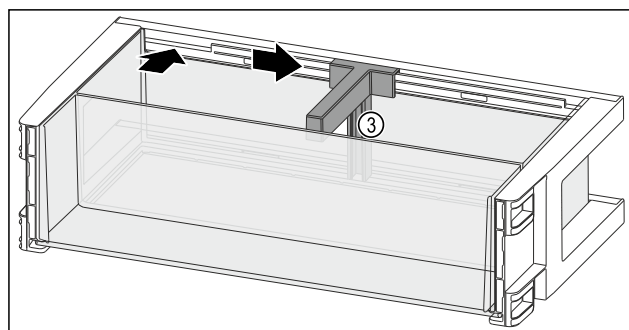

Fig. 99
- ▶ Držák lahví Fig. 99 (3) vložte do vybrání.
- ▶ Držák lahví Fig. 99 (3) posuňte na stranu do požadované polohy.